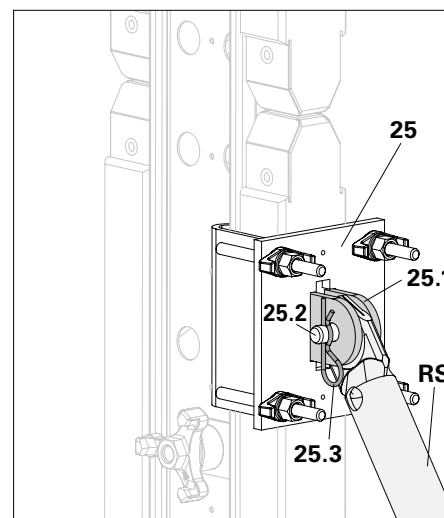

Fig. A6.06
- Fissaggio dell'attacco per trave (25) ai connettori tra due travi: Collegare puntello (RS) e staffe (25.1) con perno (25.2) e inserto a molla (25.3). (Fig. A6.06)